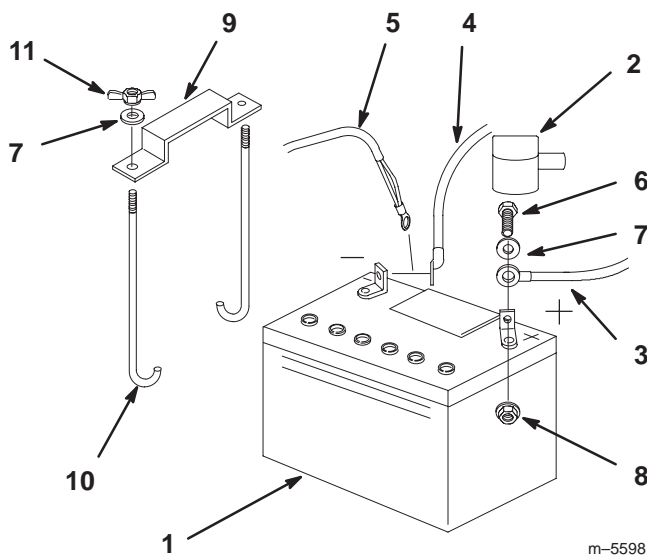

Figure 63
1. Placez la batterie dans son support en tournant les bornes vers le moteur (Fig. 63).
4. Fixez les câbles à l'aide de 2 boulons (1/4 x 3/4"), 2 rondelles (1/4") et 2 contre-écrous (1/4") (Fig. 63).
6. Fixez la batterie en position avec des boulons en J, une barrette de maintien et 2 rondelles (1/4"), ainsi que 2 écrous papillons (1/4") (Fig. 63).
3. Débranchez d'abord le câble négatif et le câble de masse de la borne négative (–) de la batterie (Fig. 63).
4. Ôtez le capuchon rouge de la borne positive (rouge) de la batterie. Retirez ensuite le câble positif (rouge) de la batterie (Fig. 63).
5. Retirez les deux écrous papillons (1/4") de fixation de la barrette de maintien de la batterie (Fig. 63).